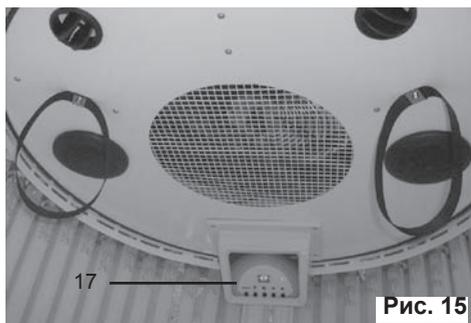

Рис. 15
Теперь закрепите панель управления (17) на нижнюю часть потолочной плиты (Рис. 15), используя винты из коробки с запчастями.